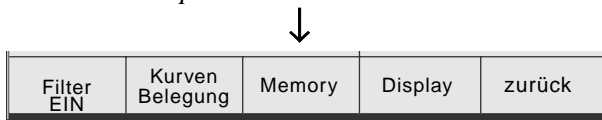

Bild 11-7. Hauptmenü, Seite 2
- Rufen Sie im Hauptmenü mit **F5** **weiter** Seite 2 auf (Bild 11-7).